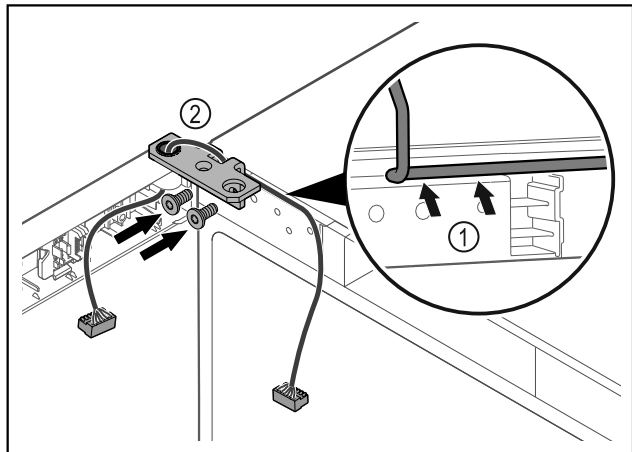

Fig. 47
- ▶ Før kabelen forsiktig gjennom åpningen i hengselvinkelen, og legg den omhyggelig på plass Fig. 47 (1).
- ▶ Skru på hengselvinkelen Fig. 47 (2).